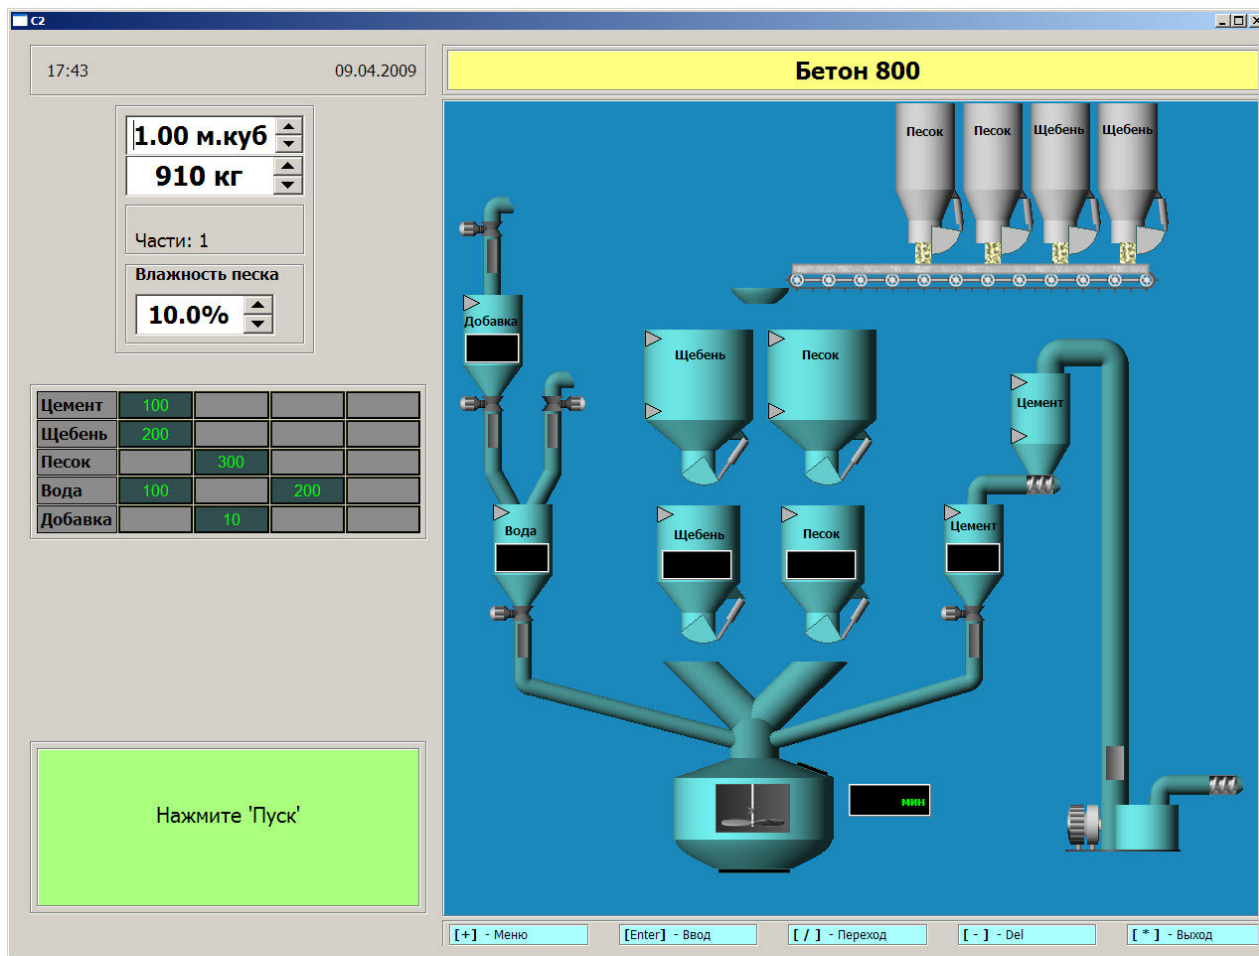

рис. 1 Экран управляющего компьютера после включения шкафа управления АСУД.
- б) Выполниться загрузка рабочей программы управляющего компьютера ( в дальнейшем – УК ) и на дисплее УК появится изображение , аналогичное изображению на **рис. 1**.
в) При помощи клавиш «↑» и «↓» Выбрать необходимый рецепт из перечня и подтвердить нажатием клавиши «Enter». Вид экрана УК после выполнения данной операции показан на рис.1.